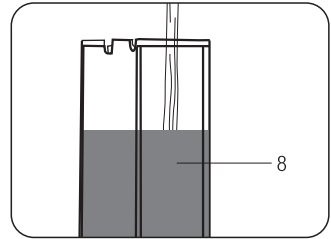

Fig.2
- Remplir le réservoir avec un maximum d'1 l d'eau fraîche (**Fig.2**)